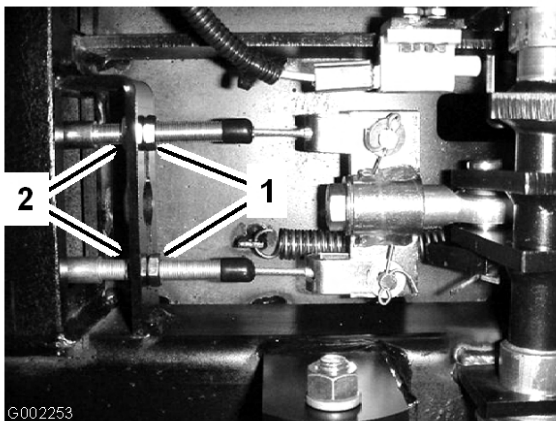

Figura 55
5. Afloje las tuercas delanteras de los cables de freno, debajo del extremo delantero del pulverizador (Figura 55).
6. Apriete las tuercas traseras en la misma cantidad hasta que el pedal de freno recorra entre 1 a 2 cm antes de que se note resistencia (Figura 55).